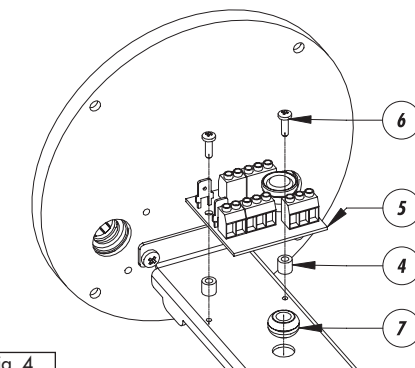

Fig. 4
- Montare il circuito d'appoggio (Fig. 4, punto 5) sulla slitta interna della custodia con i relativi distanziali (punto 4) e le viti di fissaggio (punto 6).
- Montare il gommino passafilo (Fig. 4, punto 7) sul foro della slitta interna.
- Monter le circuit de soutien (Fig. 4, point 5) sur la glissière interne du caisson avec les entretoises correspondantes (point 4) et les vis de fixation (point 6).
- Monter le caoutchouc passe-fil (Fig. 4, point 7) sur l'orifice de la glissière interne.
- Assemble the support circuit (Fig. 4, point 5) on the inner slide of the housing using the related spacers (point 4) and the fastening screws (point 6).
- Assemble the rubber wire guide (Fig. 4, point 7) on the hole of the inner slide.
- Die Trägerschaltung (Fig. 4, Punkt 5) mit den zugehörigen Abstandstücken (Punkt 4) und Befestigungsschrauben (Punkt 6) auf den internen Gehäuseschlitten montieren.
- Das Drahtführungsgummi (Fig. 4, Punkt 7) auf das Loch des internen Schlittens montieren.